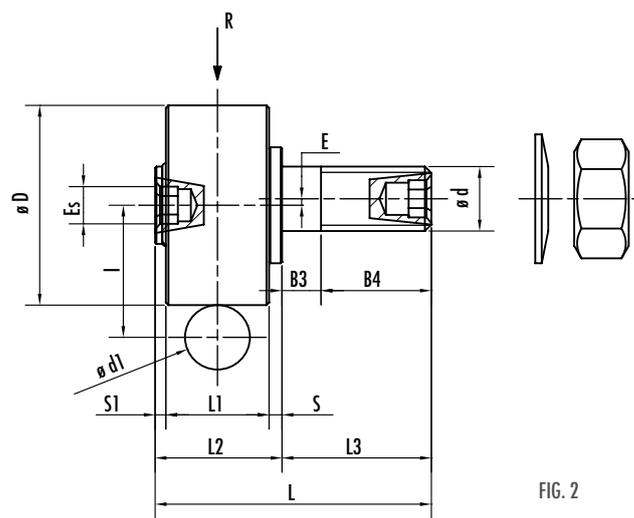

FIG. 2
**ROTELLE CILINDRICHE - CYLINDRICAL WHEELS - ROULETTES CYLINDRIQUES FIG. 2**